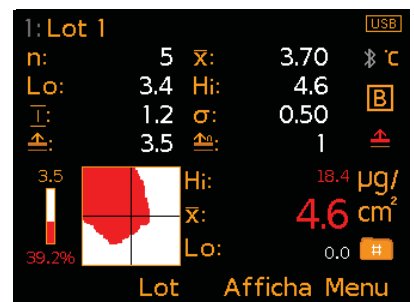

Fig. 7: Statistiques & Carte succès/échec
- Carte succès/échec^a (Fig. 7) :** représentation visuelle de la contamination saline. Les zones où les niveaux de sels solubles sont supérieurs à la limite établie sont colorées en rouge, celles où ils sont inférieurs en blanc. La barre située à gauche de la cartographie Bon/Mauvais indique la limite (au-dessus de la barre) ainsi que le pourcentage de la zone de test au-dessus de la limite définie (sous la barre). La barre est également une indication visuelle du pourcentage Bon/Mauvais. Les valeurs Maxi (Hi), Mini (Lo) et Moyenne (\bar{x}) pour la mesure en cours se trouvent sur la droite.